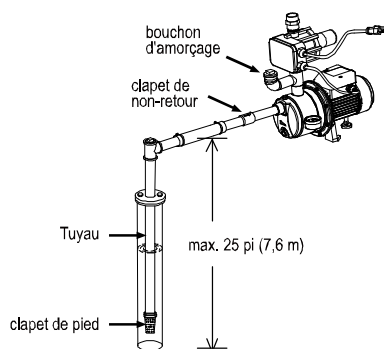

Figure 1
REMARQUE: Le bouchon d'amorçage est déjà équipé d'un joint torique et ne doit pas être bandé de PTFE. (Figure 1)
1. Raccordez le tuyau d'aspiration à l'entrée de la pompe.(Figure 1)